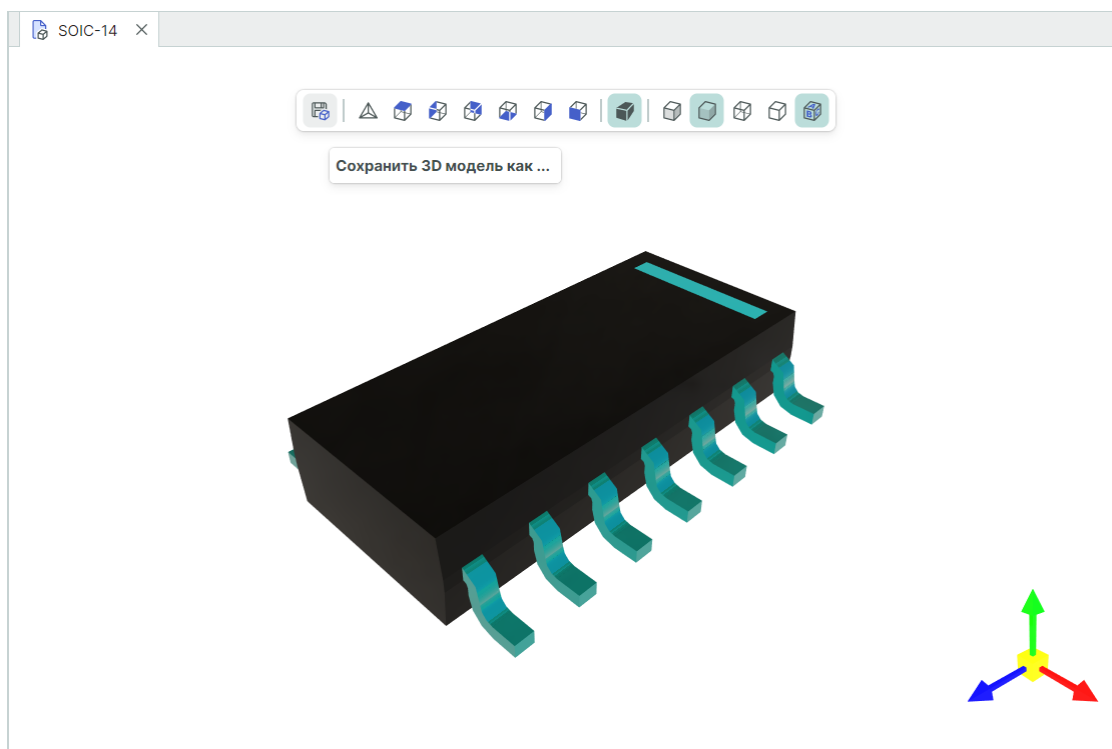

Рис. 115 Сохранение созданной 3D модели корпуса
4. Сохраните созданную модель, нажав «Сохранить как» или «Сохранить все» на панели инструментов окна редактора, см. Рис. 115. Возможные форматы сохранения модели: STEP, STL, C3D.